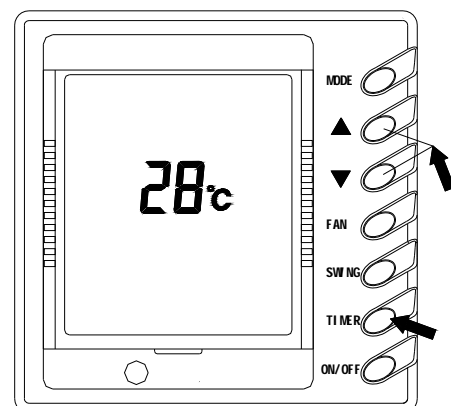

Рис. 2
1) Включение и выключение кондиционера (Рис. 2)
Внимание : На рис. 2 изображен дисплей пульта управления после включения питания, но ДО включения кондиционера. Когда подключено питания и провод пульта управления, то на дисплее отображается температура в помещении, независимо от того, работает кондиционер или остановлен. В данный момент на дисплее больше ничего не отображается,